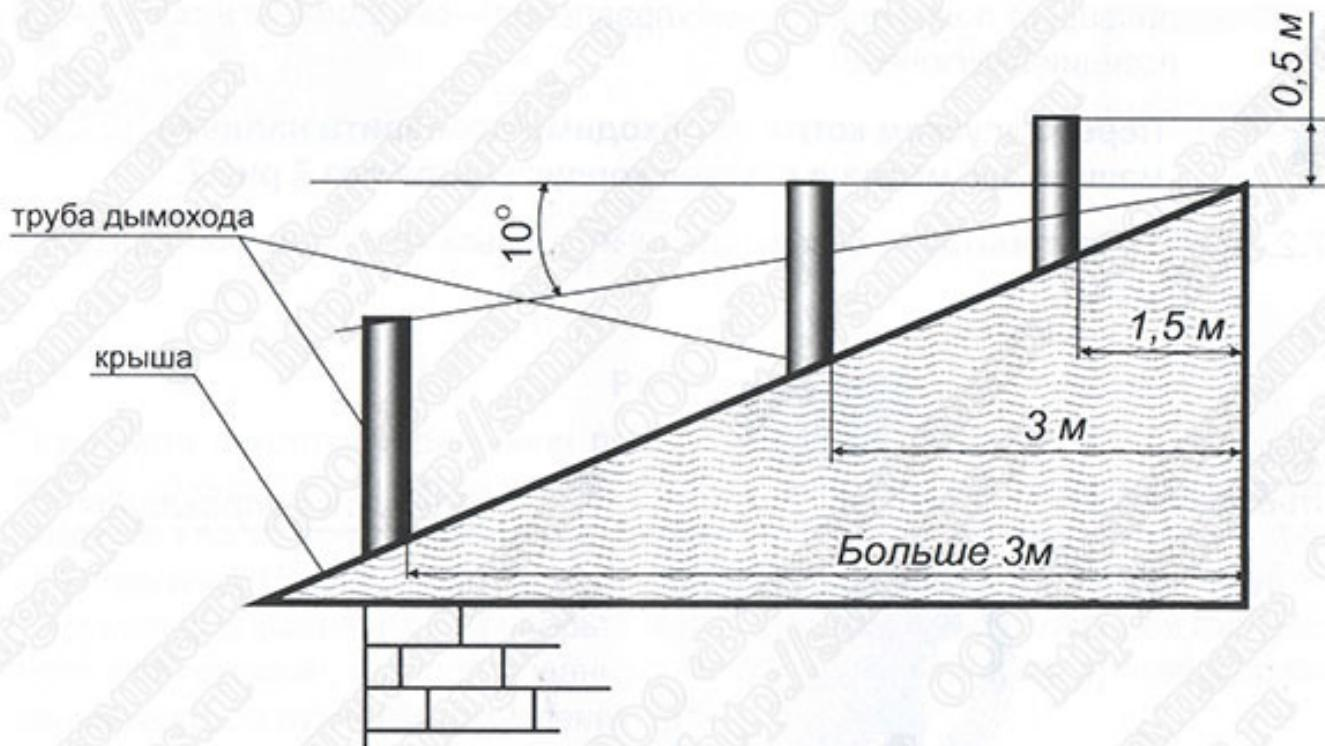

рис.5 Схема размещения дымовых труб.
6.12. Дымоход рис.5 должен быть выведен выше зоны ветрового подпора.